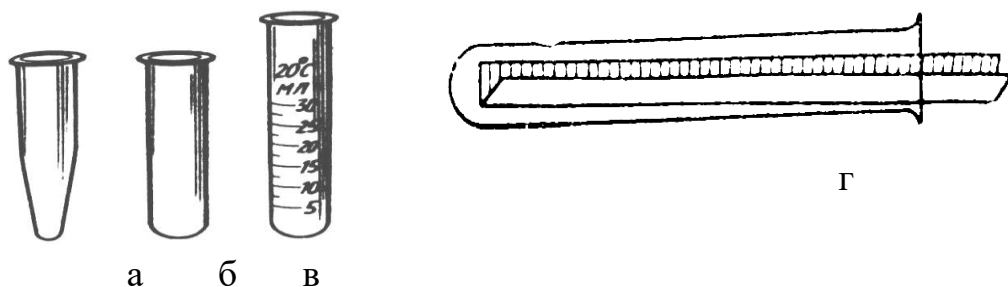
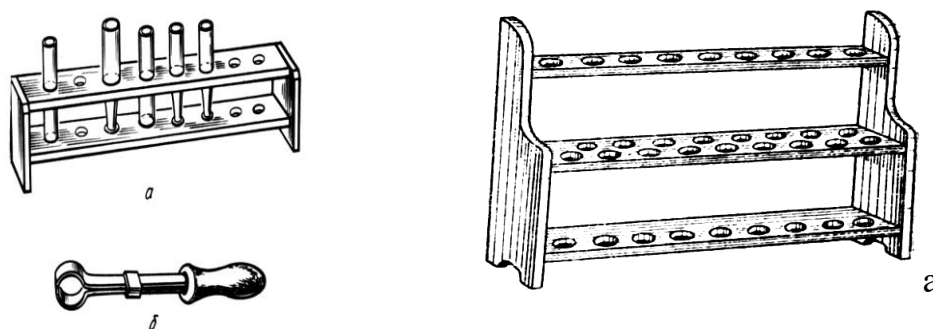

Рис. 4. Пробірки: а – конічні (для центрифуг); б – циліндричні; в – градуйовані; г – внесення порошкоподібних речовин
Рис. 5. Штатив (а) та тримач (б) для пробірок
*Пробірки* конічні і циліндричні (рис.4. а,б) застосовують для виконання реакцій. Конічні пробірки більш зручні, т. я. у звуженому кінці пробірки можна розглядати зовсім незначний об'єм осаду або забарвленого розчину. Конічні пробірки використовують для розділення твердої і рідкої фаз шляхом центрифугування. Об'єм розчину можна вимірювати за допомогою градуйованих пробірок (рис.4. в). Відбір (внесення) проби виконують як показано на рис.4., г. Пробірки для аналізу розміщують в спеціальному *штативі для пробірок* (рис.5. а, б). Нагрівання суміші (розчину) в пробірках на відкритому вогні проводять за допомогою *пробіркодержачів* (рис.5. в).